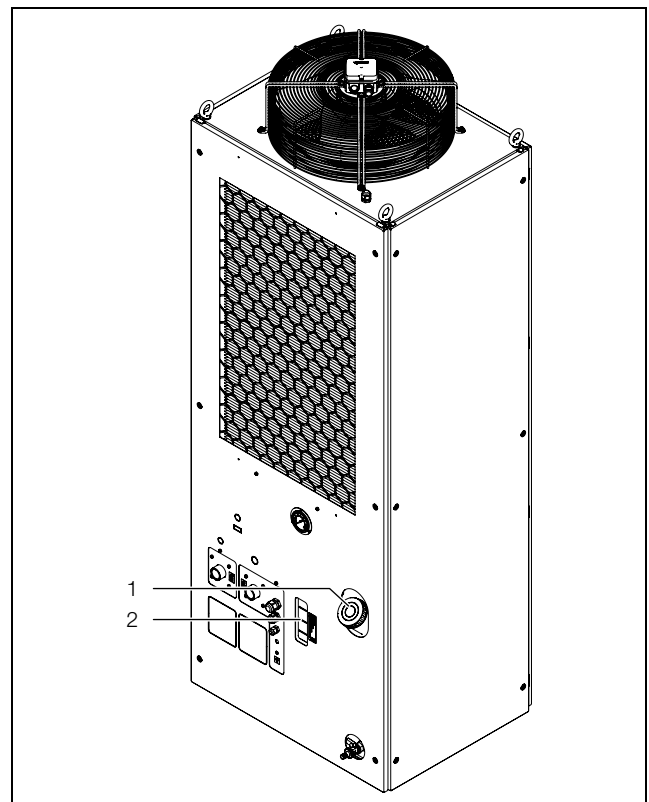

Fig. 12: Riempimento con mezzo frigorifero
- Riempire il chiller di fluido frigorifero mediante il bocchettone di rifornimento (fig. 12, pos. 1) della vasca.
- Controllare il livello del liquido nel contenitore attraverso l'apertura presente nella copertura (fig. 12, pos. 2). Se viene visualizzata l'avvertenza «livello basso», è necessario rabboccare nuovamente le seguenti quantità di mezzo frigorifero: